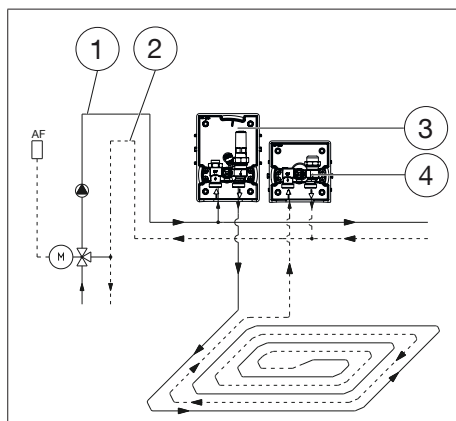

Fig. 8: Raccordement
- Pour l'isolement de la surface chauffante nous recommandons le montage supplémentaire de l'« Unibox RLA » (voir Fig. 8 en page 47).